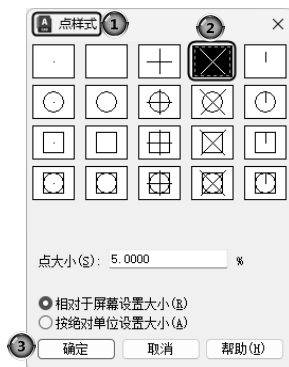

图 2-59 “点样式”对话框
- (2) 设置点样式。单击“默认”选项卡“实用工具”面板中的“点样式”按钮, ①在打开的“点样式”对话框中②选择样式，③单击“确定”按钮，关闭对话框，如图 2-59 所示。